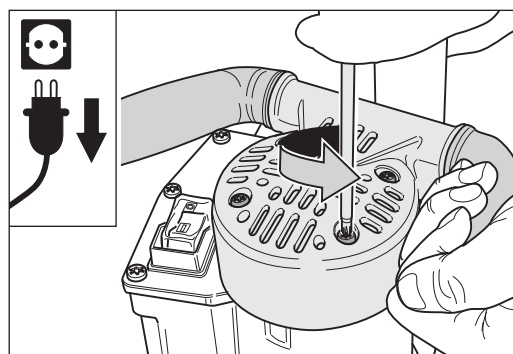
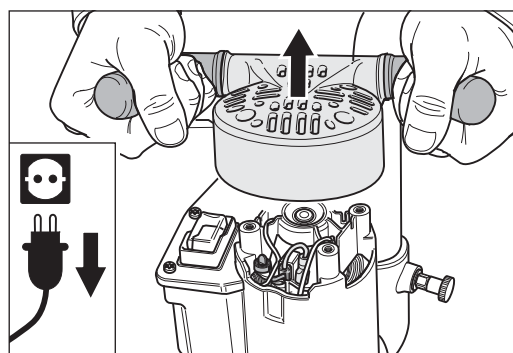

Abb. 47 Die vier Befestigungsschrauben des Griffstücks entfernen.
Abb. 48 Das Griffstück abnehmen. **Darauf achten, dass keine Teile in den Motor fallen!**
- 3 Entfernen Sie die vier Befestigungsschrauben des Griffstücks (Abb. 47) und nehmen Sie dieses vom Motorgehäuse ab (Abb. 48). **Beachten Sie dabei, dass keine Teile in den Motor fallen!**